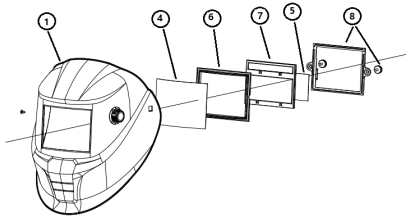

Fig 2
Het plaatsen en verwijderen van nieuwe spatglazen: Het plaatsen van een nieuw uitwendig spatglas ④ lens de filter moet verwijderd worden door de twee schroeven los te schroeven aan de binnen zijde van de helm ③. De oude bescherm lens kan nu verwijderd worden en de nieuwe bescherm lens kan geplaatst worden gevolgd door de lens en verduisteringskader. ⑥ ADF ⑦ Inwendige beschermingslens ⑤ en dan het ADF afsluit kader ⑧ Als laatste plaats de twee schroeven (zie fig.2)